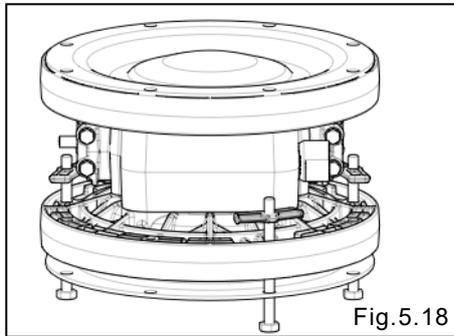

Fig.5.18
- Al apretar el diafragma de Fig.5.23, sus huecos deben quedar alineados con los 8 agujeros de los pernos de la cámara de aire. La posición del diafragma se ajusta girándolo ligeramente en sentido inverso al apriete, hasta conseguir la alineación con los agujeros de los pernos [Fig.5.18]